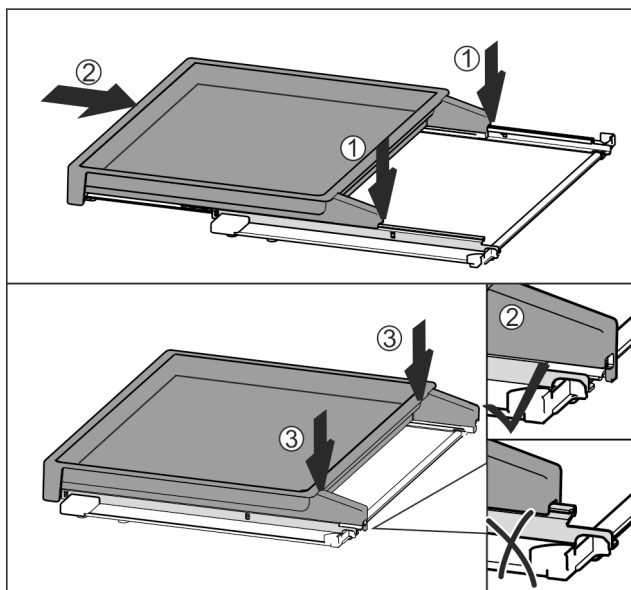

Fig. 115
- ▶ Nasadte uprostřed na kolejničky Fig. 115 (1).
- ▶ Vysouvací přihrádku zcela zasuňte Fig. 115 (2).
- ▶ Zatlačte pak na zadní straně, až slyšitelně zacvakne Fig. 115 (3).